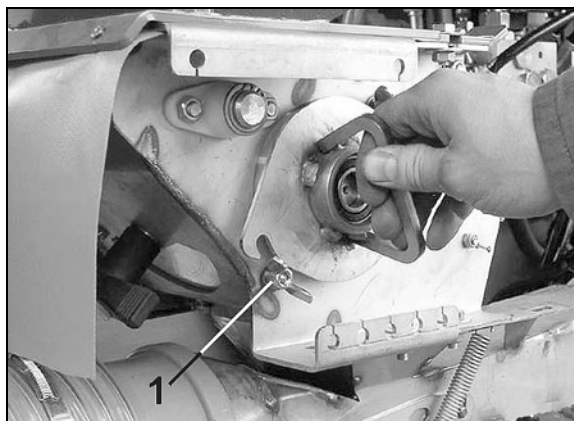

Рис. 36
3. Ослабьте две барашковые гайки (Рис. 36/1), не откручивайте полностью.